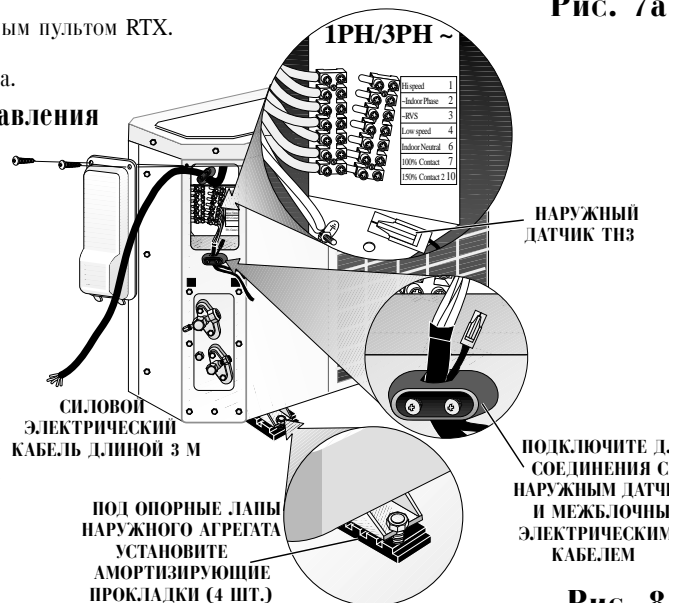

Рис. 8
- Плотно закрепите опоры наружного агрегата на основании, как показано на Рис. 8. Для предотвращения вибрации установите под ножки агрегата резиновые абсорбирующие амортизаторы (поставляются вместе с наружным агрегатом).
- Специальным хомутом, показанным на Рис. 8, закрепите электрический кабель соединения агрегатов и датчик TH3 на корпусе наружного агрегата.